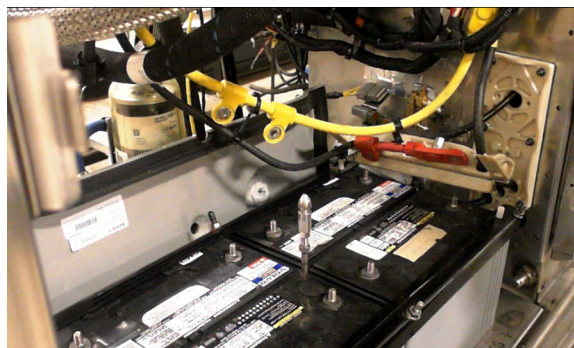

FIGURE 45: DÉGAGEMENT DES CÂBLES
4. Dégager tous les câbles des batteries sur le côté (FIGURE 45).